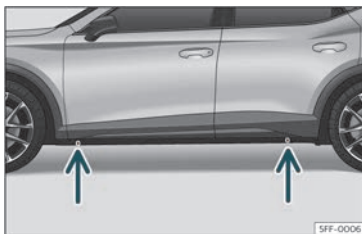

Fig. 38 Punts de suport del gat.
• Cerqueu al llarguer la marca del punt de recolzament del gat (zona enfonsada) més proper a la roda a canviar >>> **fig. 38**.